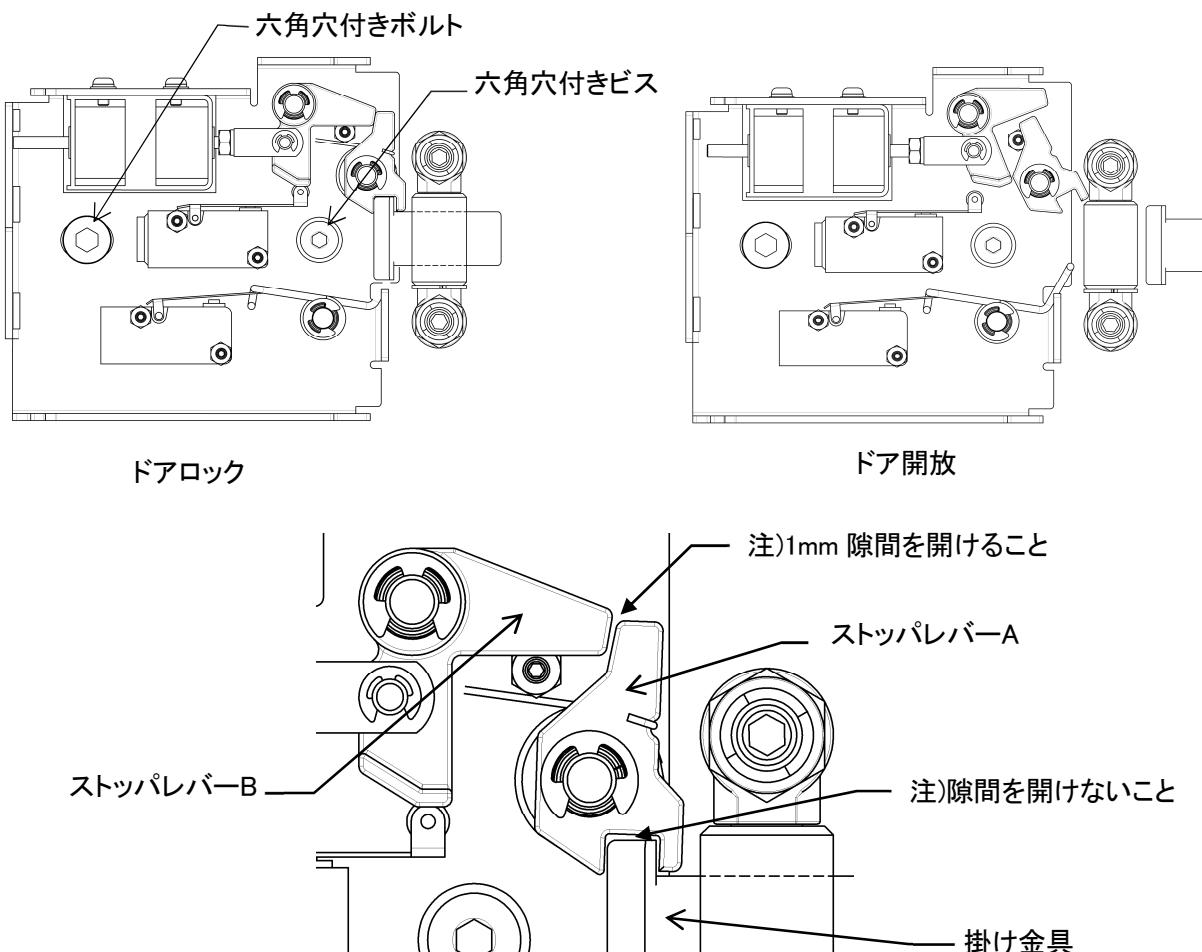

図8-9
- ドアロック及びドア開放時、図 8-9 の様になっています。
- ドアロック時、ストップレバーA,B と掛け金具が図 8-9 の様にかみ合う位置に来る様に六角穴付きボルトと六角穴付きビスを緩めドアロック部を左右にずらし調整します。